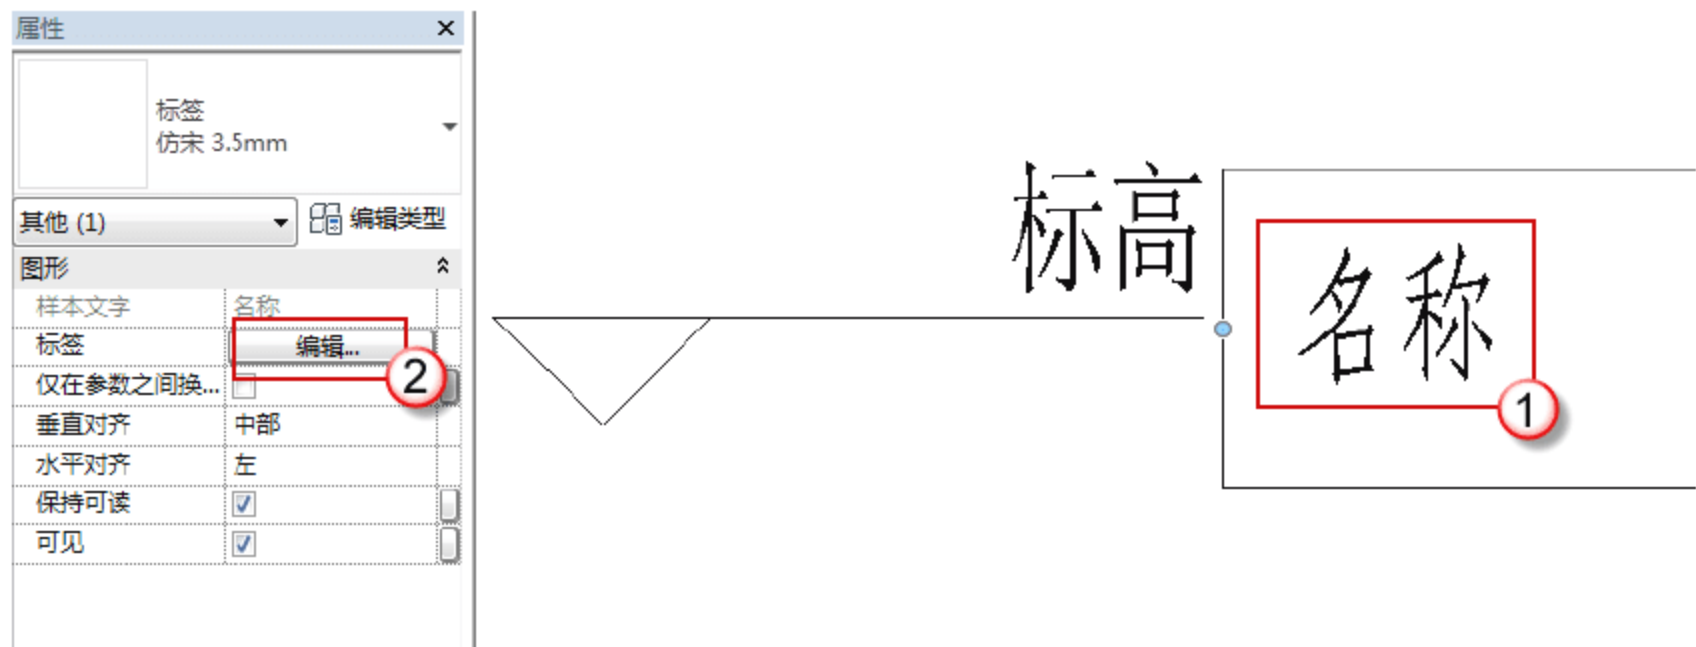

图 1.2.7 调整标签
(2) 调整标签。选择屏幕操作区标高标头中的“名称”文字，在属性对话框中单击“编辑”按钮，如图 1.2.7 所示。